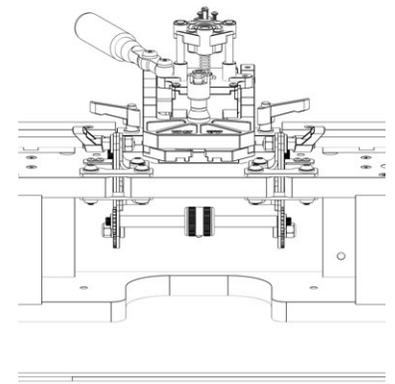
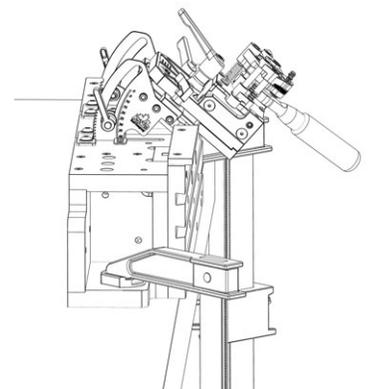

FIG. 12
FIG. 14
2. Tournez le bouton de réglage de l'inclinaison (pièce no 14) situé à l'arrière de la table de travail (voir figures 12 et 13) vers l'extérieur pour augmenter l'inclinaison du dispositif de fixation de scie à onglets. L'angle est indiqué de chaque côté du dispositif de fixation de scie à onglets (voir figure 14). Vous pouvez également le régler jusqu'à ce qu'il rencontre votre pièce. Verrouillez les deux poignées de réglage quand vous êtes satisfait de l'angle de votre dispositif de fixation de scie à onglets.